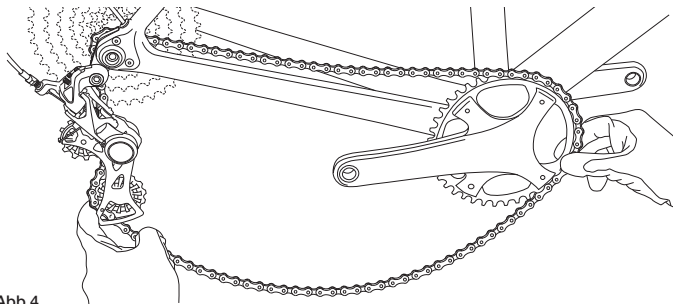

Abb.4
- Drücken Sie den Schwenkbügel nach unten, um die Kettenspannung zu verringern und bringen Sie die Kette nach außen, indem Sie sie vom Kettenrad und von der Kurbel abziehen (**Abb. 4**).